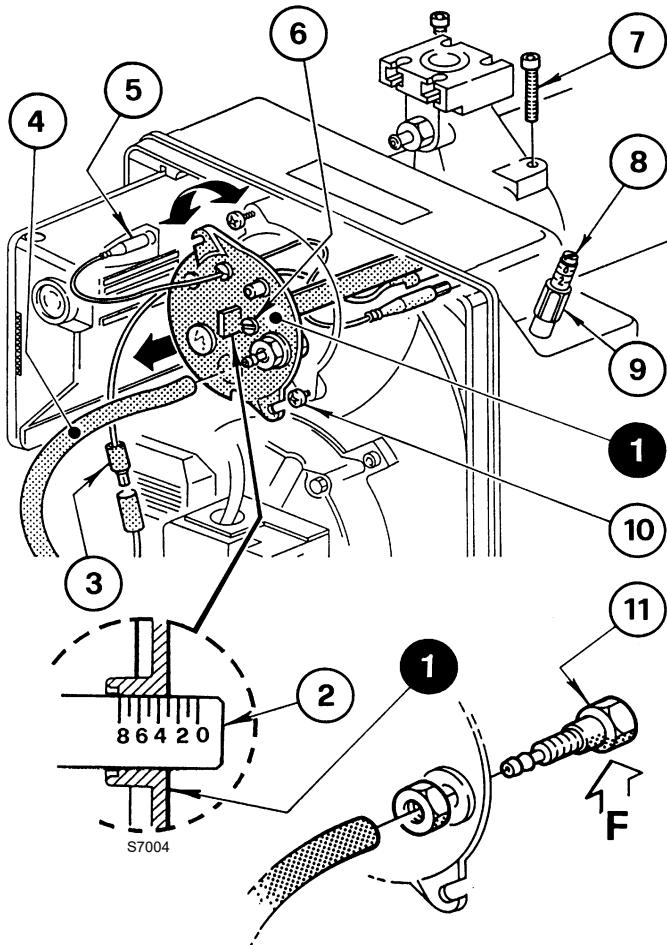

Abb. 13
Sie erfolgt, indem die Stellschraube 6)(Abb. 13) im oder gegen den Uhrzeigersinn gedreht wird, bis die Raste am Stellbügel 2) mit der Außenfläche des Kopfblocks 1) übereinstimmt.
In Abb. 13 ist der Stellbügel für den Kopf auf die Raste 3 geeicht.
Für die Entnahme des Kopfblocks (Abb. 13) wie folgt vorgehen:
Für den Wiedereinbau die obigen Angaben in umgekehrter Weise ausführen und den Kopfblock 1)(Abb. 13) wieder an seinem ursprünglichen Platz anbringen.
Die Schrauben 7)(Abb. 13) bis zum Anschlag ein-drehen, aber nicht festziehen; Mit einem Anzugs-moment von 3 - 4 Nm festziehen.
Sollte sich die Druckentnahmestelle 11)(Abb. 13) unbeabsichtigt lockern, wird empfohlen die richtige Befestigung zu überprüfen, also sicherzustellen, dass das Bohrloch (F) (Abb. 13) , das sich im Kopfblock 1)(Abb. 13) befindet, nach unten zeigt.